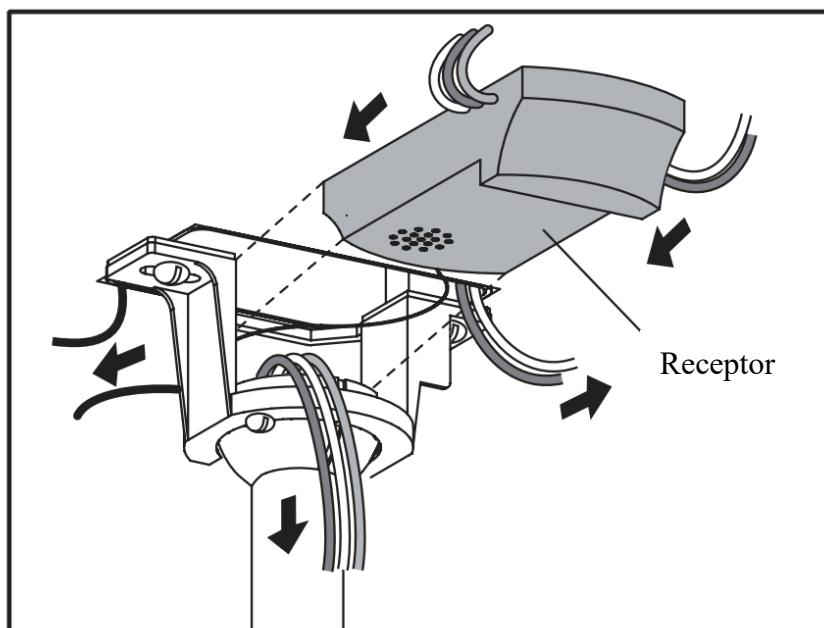

Fig. 15
12. Inserte el receptor remoto con cuidado sobre la bola de colgado en el espacio sobrante del soporte de montaje. Tome precauciones para no dañar o aflojar ninguno de los cables. (**Fig. 15**)